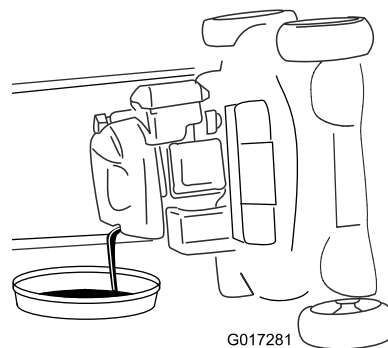

Рисунок 33
6. Извлеките щуп и слейте использованное масло в поддон для сбора масла (Рисунок 33).